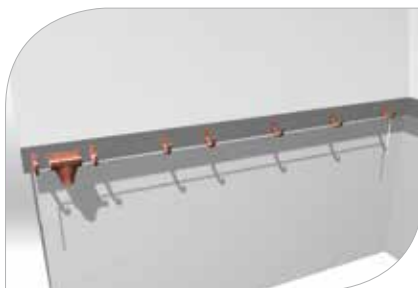

рис. 11
3.4 Согласно уровню веревки определить позиции и установить остальные кронштейны, сохраняя 60 см промежутки между ними (**рис. 11**)